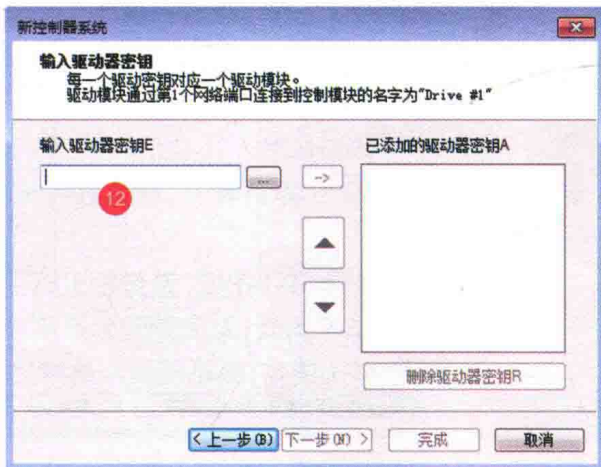

图 1-16 输入驱动器密钥
⑩在此“输入驱动器密钥”栏中输入该机器人的驱动器密钥,如图 1-16 所示。